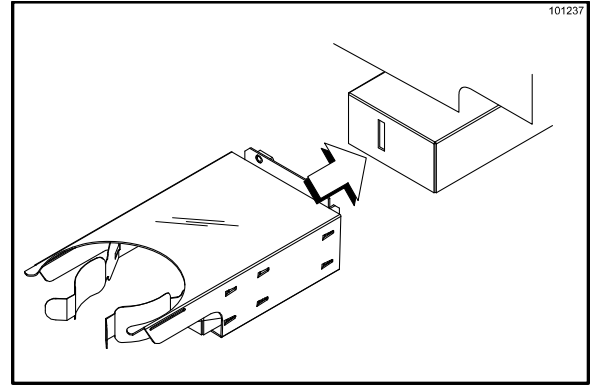

Abbildung 167
3. Den Shake-Becherhalter anbringen. (Siehe Abbildung 167.)